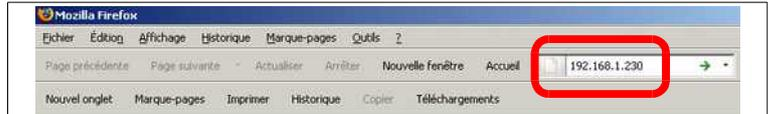

Fig. 19: Configuration de l'adresse IP du FA-07
5. Sur le PC démarrez votre navigateur Internet (browser) tel qu'Explorer, Firefox, Opera ou autre. Tapez l'adresse IP "192.168.1.230" (voir la Fig. 19) dans la barre des adresses du navigateur.